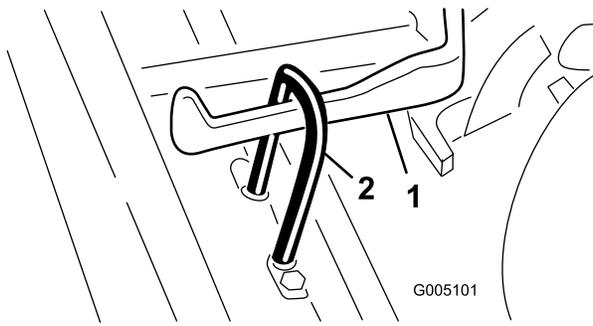

図 8
3. カッティングユニットをプルフレームの下に引き入れ、吊り輪 (フープ) を昇降アームに引っかける (図 8)。